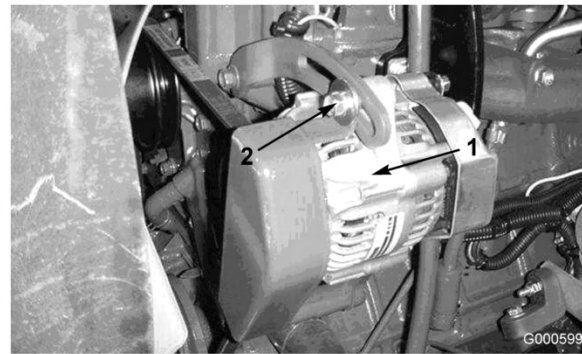

Figura 53
Compruebe la condición y la tensión de las correas (Figura 53) cada 100 horas de operación.
2. Si la desviación no es de 10 mm, afloje los pernos de montaje del alternador (Figura 53). Aumente o reduzca la tensión de la correa del alternador y apriete los pernos. Verifique de nuevo la desviación de la correa para asegurarse de que la tensión es la correcta.